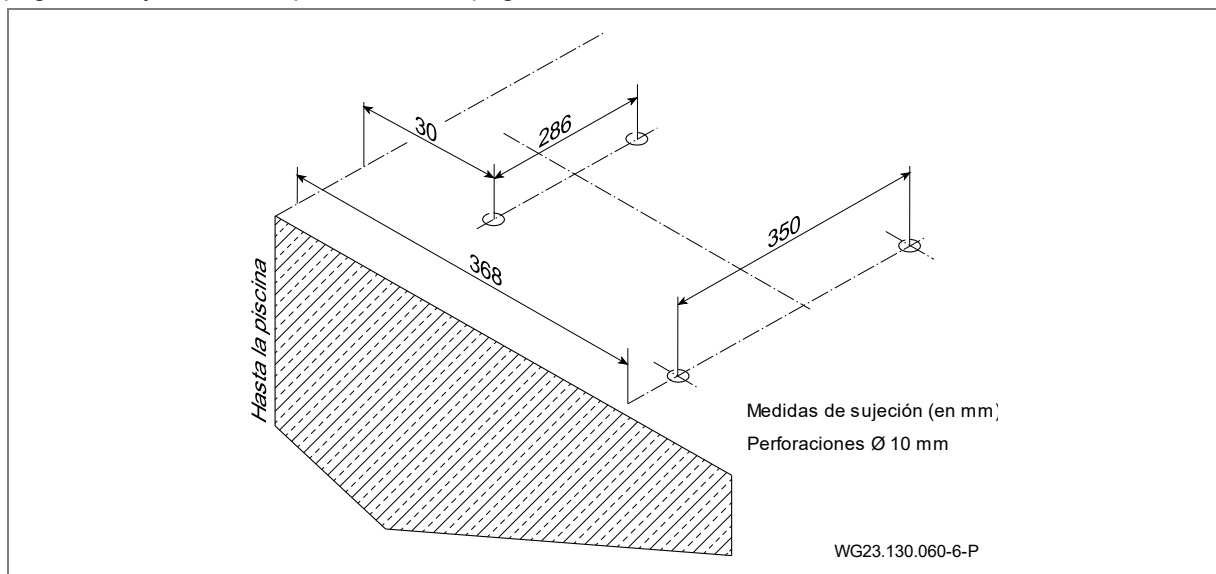
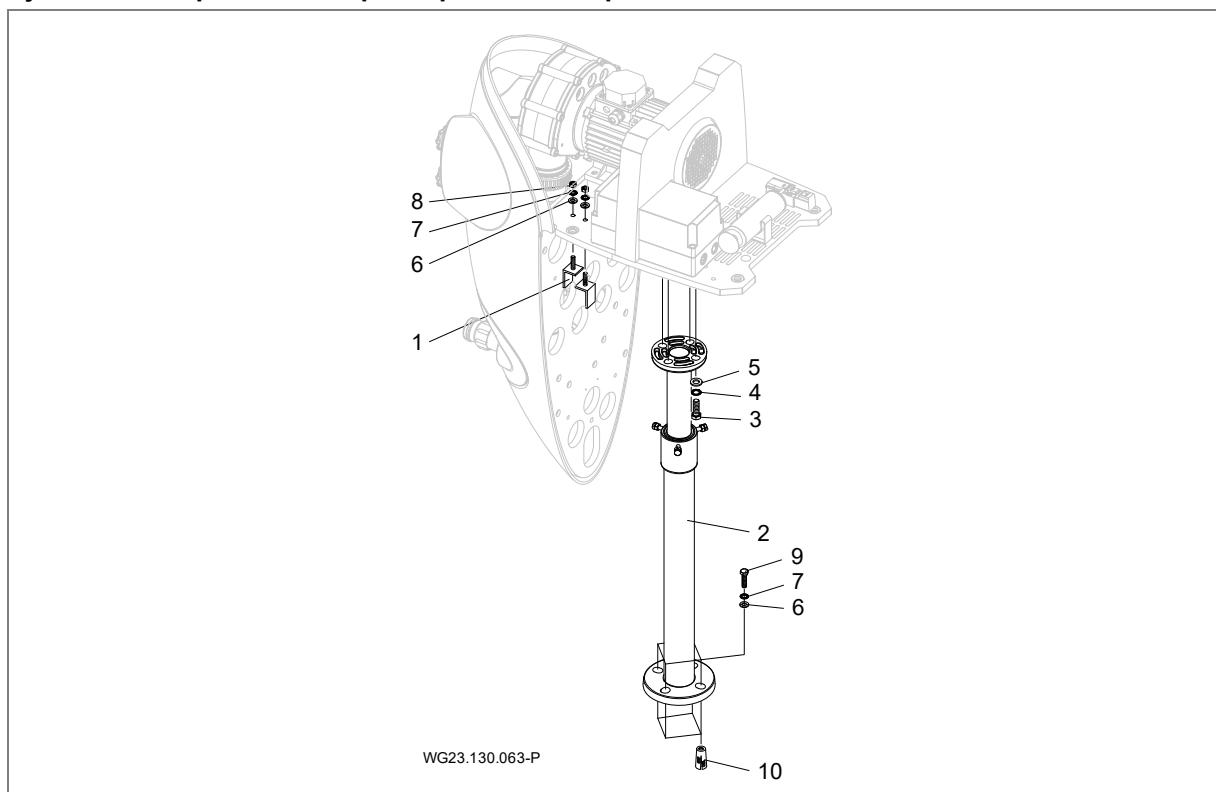
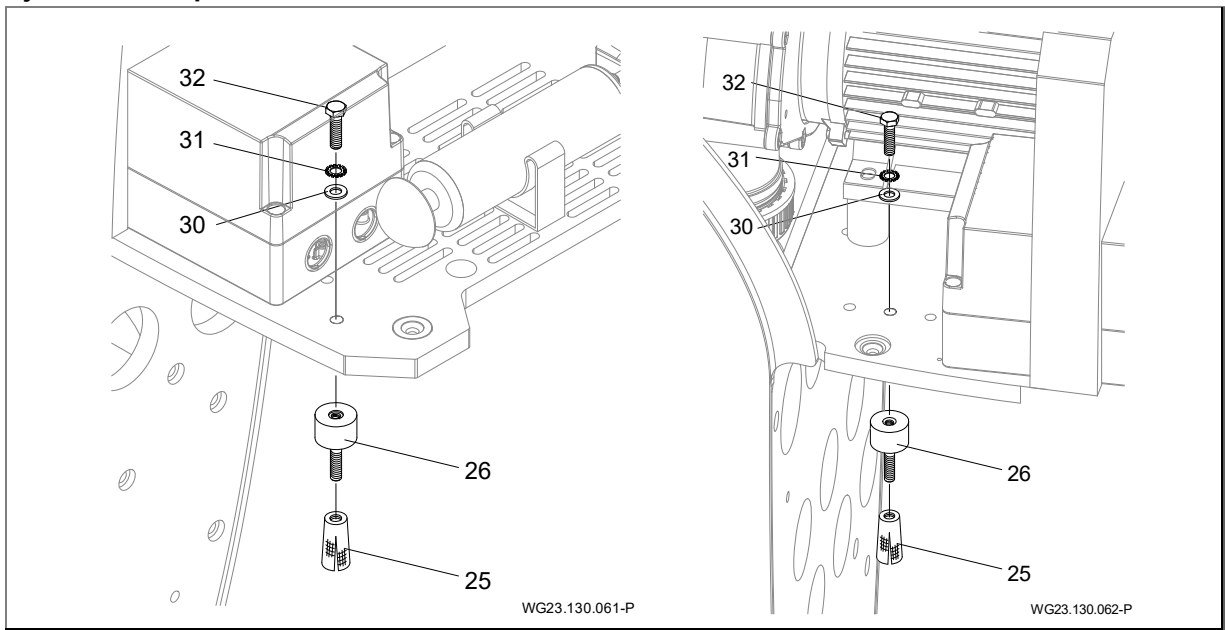

Fig. 80
Fig. 81
Fig. 82
- Escoger y preparar sitio de instalación según "Fig. 80", página 139. Cuando el dispositivo se va a usar en piscinas montables sobre tierra, se ha de utilizar el pie de apoyo telescópico de seguridad. Ver "Fig. 81", página 139.
- Elevar dispositivo y perforar en el lugar marcado \varnothing 10 mm. Ver "Fig. 80", página 139.
- Configurar anclaje tipo expansión de metal (25) y desatornillar dispositivos antivibración. Ver "Fig. 82", página 140.
- Coloque el dispositivo sobre los dispositivos antivibración y fije a través de los tornillos hexagonales (32) con las arandelas dentadas (31) y las arandelas de ajuste (30). Ver "Fig. 81" e "Fig. 82", página 140.